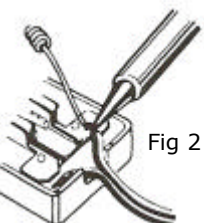

Fig 2
- 3/ Appliquer la soudure avec résine sur la partie à souder et faire fondre avec le fer à souder. (Fig2)